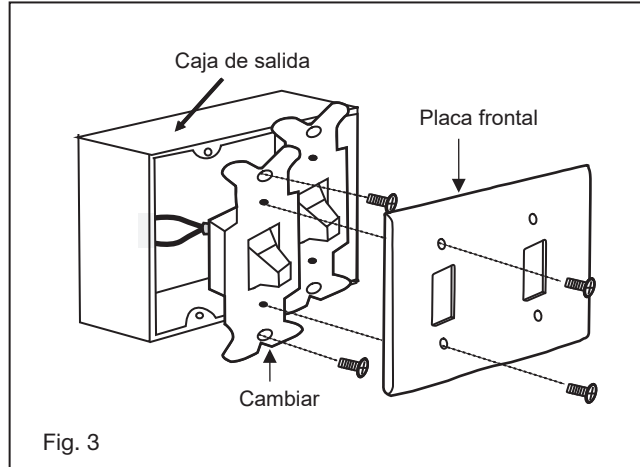

Fig. 3
- 3 Deslice la placa de seguridad sobre la placa base del conjunto del ventilador en sentido horario hasta que encaje en la sección estrecha de los orificios. Apriete primero el tornillo del orificio redondo y luego los otros dos. (Fig. 3)
- 1 Retire la placa de pared existente y el interruptor antiguo de la caja de salida de pared. (Fig. 3)